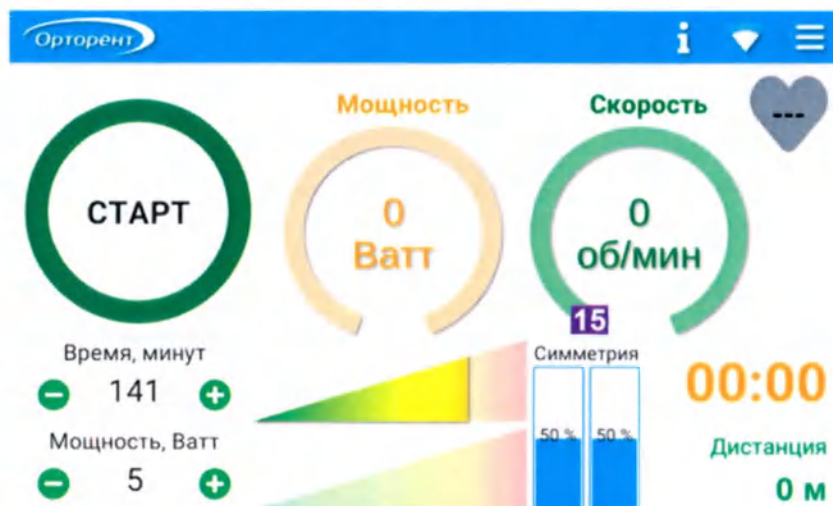
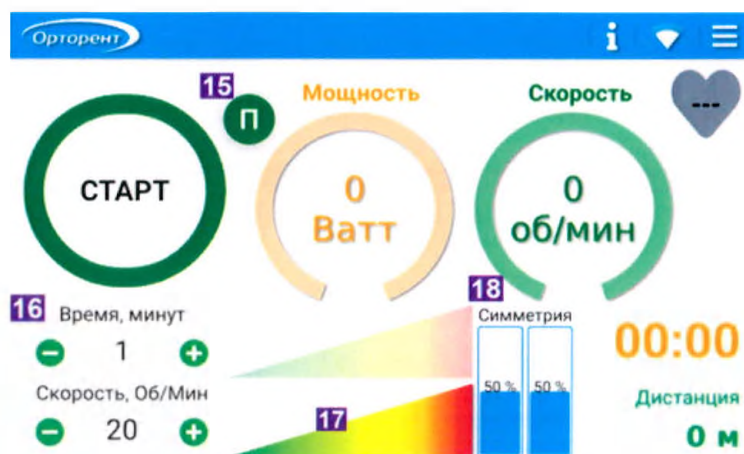

Рисунок 3.14 – Симметрия (для моделей с активным режимом)
Рисунок 3.15 – Симметрия (для моделей с активно-пассивным режимом)
Уровень активности левой или правой конечности. Используется в мотивационных игровых программах (Рис.3.15).
- **Симметричная тренировка (опционально):** во время активной тренировки аппарат может распознавать, какой ногой пациент прикладывает большее усилие. Эти данные выводятся на шкалах 15/18 -Рисунок 3.14 (для моделей с активным режимом), Рисунок 3.15 (для моделей с активно-пассивным режимом) - Симметрия. Если на обеих шкалах по 50%, то усилие прикладывается одинаковое. Расчёт симметричности движений пациента в активном режиме происходит путём сравнения времени прохождения двух полупериодов при вращении педалей. Первый полупериод соответствует толчку правой конечности, второй - левой. Соответственно, чем меньше время прохождения полупериода, тем больше процент активности, соответствующий конечности. Вы можете использовать игру для симметричной тренировки (подробнее см. «Мотивационные игровые программы»).